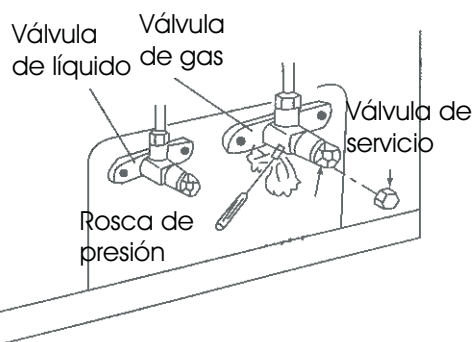

Fig. 9
7. Abra las dos válvulas completamente, tanto la de gas como la de líquido.(Fig 9)